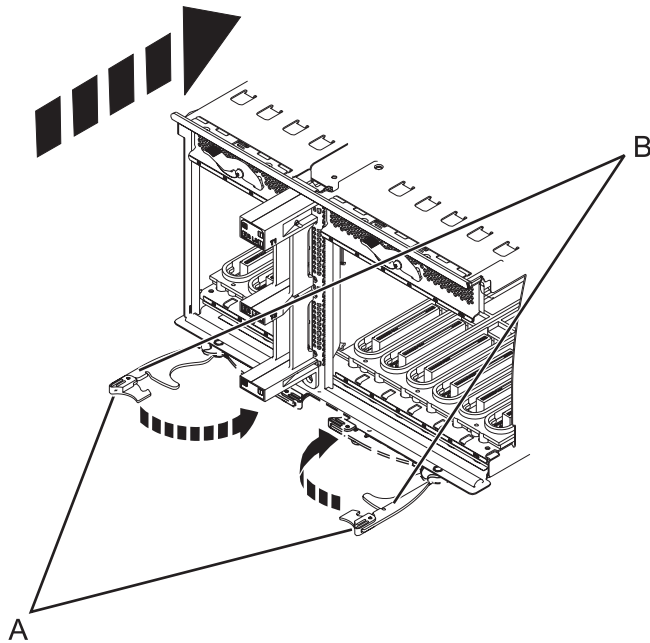

Figura 78. Instalación de la placa del sistema de E/S en un modelo montado en bastidor
9. Inserte firmemente la placa del sistema de E/S en el servidor, tal como se muestra en Figura 78.
10. Asegure la placa del sistema de E/S con las pestañas de bloqueo (A), como se muestra en Figura 78.